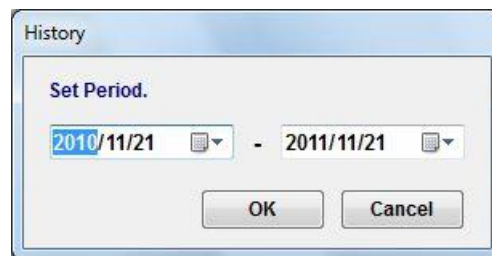

図 9.7 Period Setting Dialog
17. [Period] ボタンをクリックすると "Period Setting Dialog"が表示されます。(図.9-7)